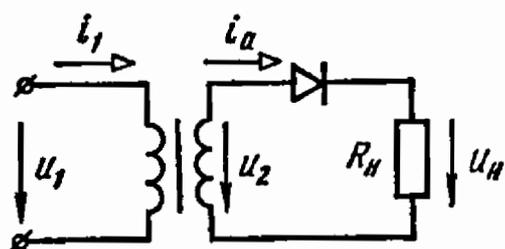

Рис. 13.1
13.1. Определить значения $I_{a, \text{cp}}$, $I_{a, \text{max}}$ и $U_{\text{обр max}}$ вентиля в однополупериодном выпрямителе (рис. 13.1) и коэффициент трансформации трансформатора n , если на нагрузочном резисторе с сопротивлением $R_H = 3 \text{ кОм}$ среднее значение выпрямленного напряжения $U_H = 180 \text{ В}$. Напряжение сети $U_1 = 220 \text{ В}$. Сопротивление